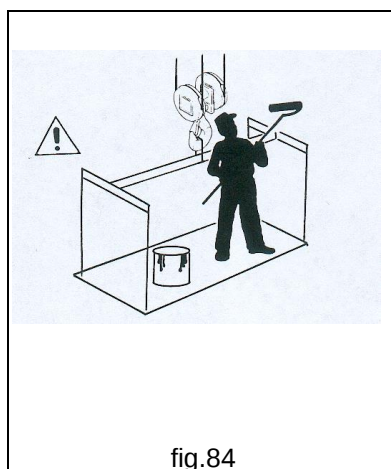

fig.84
- **NE JAMAIS** utiliser la grue pour des services autres que ceux auxquels elle est destinée, éviter de l'utiliser pour d'autres opérations telles que la peinture des plafonds, le remplacement des lampes, l'entretien des installations, etc. (fig.84).